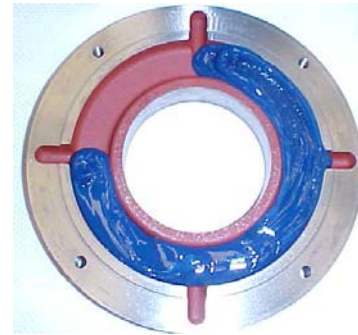

Figura 7.7: Anillo de fijación exterior del cojinete
- Colocar la grasa recomendada en  $\frac{3}{4}$  del depósito de los anillos de fijación interior y exterior (Figura 7.7) y lubricar el rodamiento con cantidad suficiente de grasa antes de armarlo;